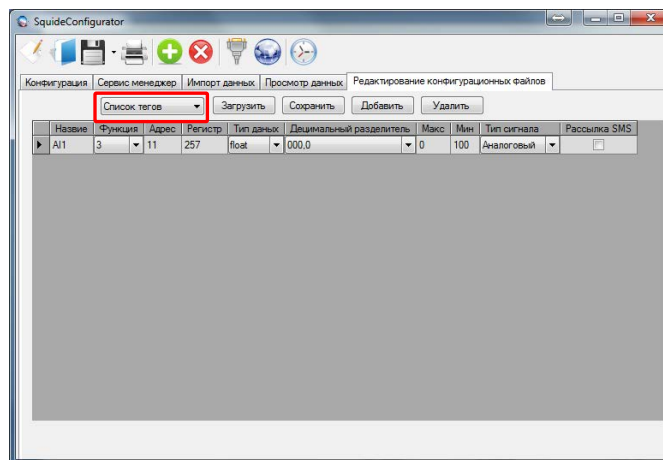

Рисунок 8.27 - Пример настройки конфигурационного файла архивирования
2. В комбобоксе выбрать « **Список пользователей** » (смотри рисунок 8.27 - выделенное поле).